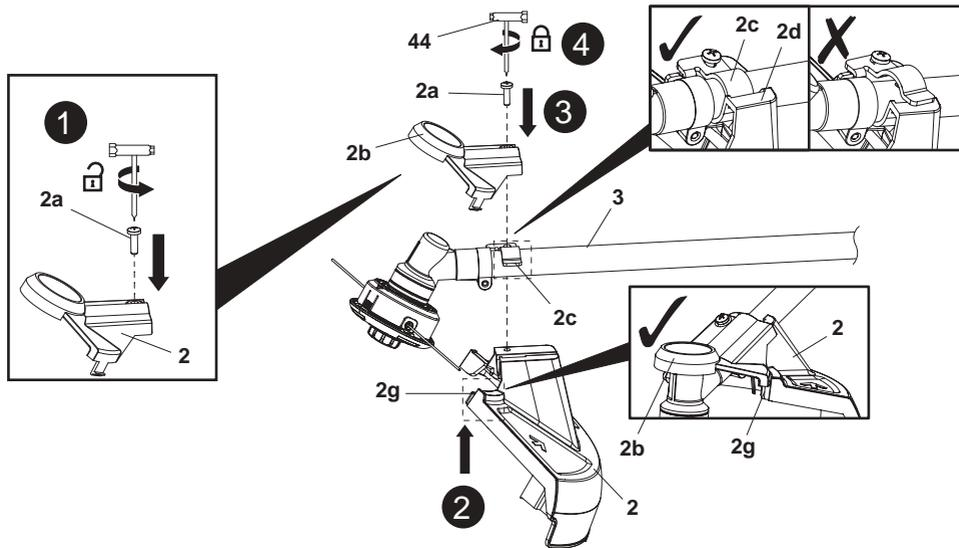

Fig. 2
1. Retire el perno de montaje (2a) de la protección (2) con la multiherramienta suministrada (44) y téngalo a mano (Fig. 2, paso 1).
2. Alinee la protección (2) con el soporte de la protección (2c) en la barra del cortabordes/la desbrozadora (3) (Fig. 2, paso 2) y manténgala en posición.
3. Alinee la cubierta de protección (2b) con el soporte de protección (2c) de la barra del cortabordes/la desbrozadora (3). Asegúrese de que la chapa metálica del soporte de la protección (2c) esté completamente insertada en la ranura (2d) de la protección. Asegúrese de que el clip de la cubierta de la protección (2b) encaja a través de la hebilla (2g) de la protección (2) con un clic audible (Fig. 2, paso 3).
4. Asegúrese de que los orificios de los tornillos de la protección (2), el soporte de la protección (2c) y la cubierta de la protección (2b) estén bien alineados.
5. Fije las uniones con el perno de montaje (2a) girando hacia la derecha con la multiherramienta suministrada (44) (Fig. 2, paso 4).